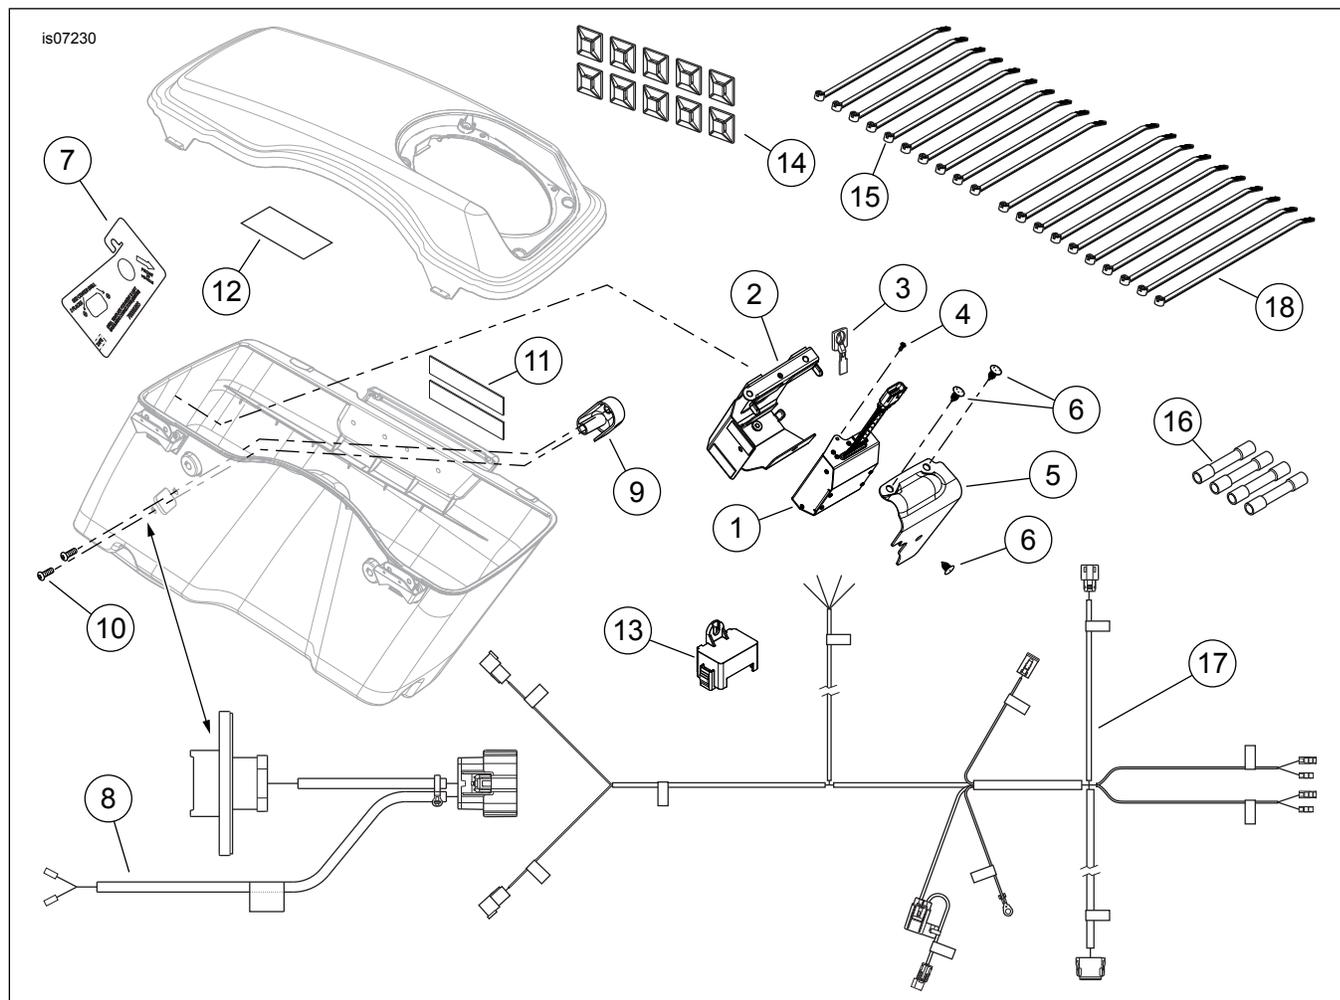

Figura 7. Piezas de servicio: Kit de adición de altavoces Boom! Audio
4. **Si se van a instalar altavoces para alforja:** Enchufe el conector de 6 vías (3) marcado "RH S-BAG LOC 289" en el receptáculo que viene de la alforja derecha. Sujete ese tramo del arnés de cables en la parte trasera superior del soporte de la alforja. Siga las instrucciones del Kit de altavoces para alforja, para colocar las almohadillas de espuma del pestillo de la alforja (vea Figura 7, artículo 11), según sea necesario. **Si NO se van a instalar altavoces para alforja,** selle el conector con cinta aislante. Enrolle el tramo del arnés marcado "RH S-BAG LOC 289" en la zona debajo del asiento. Continúe a **UBICACIÓN DEL ARNÉS: TODOS.**
1. Vea Figura 7. Tome el arnés de cables del amplificador secundario (17) del kit.
2. Vea Figura 7. Tome el arnés de cables del amplificador secundario (17) del kit.
- a. El arnés del altavoz trasero (pieza № 69200022) del Kit de altavoces para alforjas no será necesario. Si estaba instalado, extráigalo del vehículo. Observe el color de los cuatro cables sin terminar (10) del arnés de cables del amplificador secundario. Observe el color y la posición de los cables en las cavidades 5 y 6 de los conectores macho de seis vías [41A] y [42A] del arnés de la radio (pieza № 69200106).
- c. Use los cuatro conectores de empalme sellados (vea Figura 7, artículo 16) del kit, para empalmar cada uno de los cables del arnés del amplificador secundario, con los cables del mismo color de los conectores macho.
- a. Observe el color de los cuatro cables sin terminar (10) del arnés de cables del amplificador secundario. Observe el color de los cables de los terminales de paleta de la "salida de los altavoces" [36D] y [37D], en los tramos de 1,3 m (52 in) y de 0,43 m (17 in) de longitud del arnés del amplificador trasero del vehículo.
- c. Use los cuatro conectores de empalme sellados (vea Figura 7, artículo 16) del kit, para empalmar cada uno de los cables del arnés del amplificador secundario, con los cables del mismo color del arnés del amplificador trasero del vehículo.
La tapa contra la intemperie (vea Figura 7, artículo 13) se proporciona para sellar el conector de la alforja, si este se desconecta para limpiar o reparar.
5. Vea Figura 7. Obtenga la plantilla de perforación (7) del kit. **NO MODIFIQUE la alforja del lado derecho** con la plantilla, a menos que se vaya a instalar el kit de reubicación del módulo iPod.